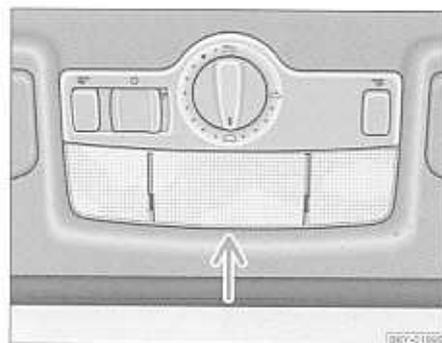

Fig. 162 Desmontar la luz de habitáculo.
- Retire el cristal difusor (véase la flecha) hacia abajo de la carcasa => fig. 162.